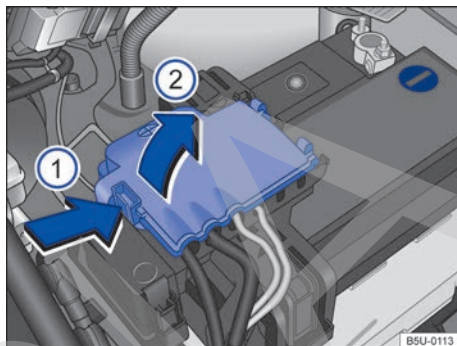

Fig. 149 Compartimento del motor: acceso al terminal positivo de la batería.
- Abrir la cobertura del polo positivo. Para abrir, presionar la traba en el sentido de la flecha → fig. 149 ①, plegar la cobertura hacia el costado en el sentido de la flecha ②.